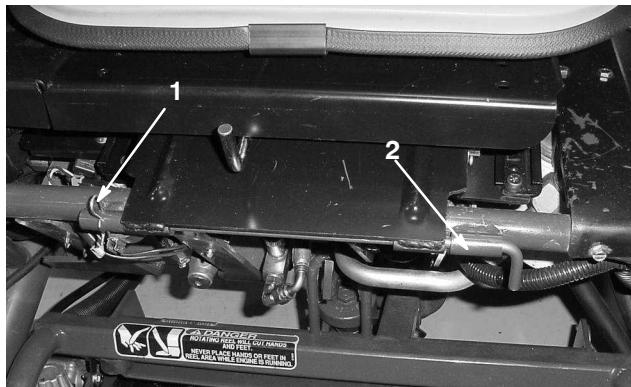

Figure 8
8. Montez l'ensemble siège à la position de conduite (Fig. 8). Posez la tige de pivot et la goupille cylindrique du siège.